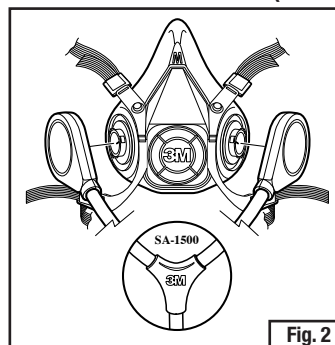

Fig. 2
1. Mantenha a peça facial na sua frente de modo que o logotipo 3M esteja voltado para você. Alinhe as duas partes da traquéia sobre os dois suportes de baioneta na peça semifacial. Para as traquéias duplas 3M™ SA-1500 ou SA-1600, certifique-se de que o logotipo 3M na traquéia e na peça semifacial estão ambos voltados em sua direção. Para Traquéias 3M™ SA-2500 ou SA-2600, certifique-se de que o logotipo 3M na traquéia está voltado na direção oposta do logotipo 3M nas peças semifaciais (Figs. 2 e 3).